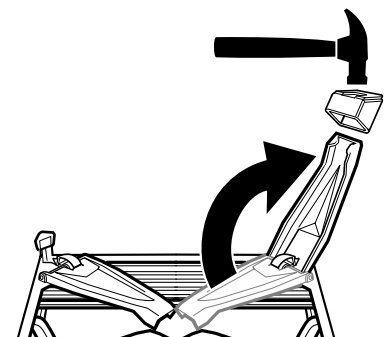

FIG. 9
- To assemble the rubber feet to your Workmate: Turn the unit upside down. Swing out the four legs to the fully extended and locked position. Align the rubber foot with the leg as shown in Figure 9. Lightly tap foot into place with a hammer.
- Pour installer les bouts de caoutchouc : Placer l'établi Workmate à l'envers. S'assurer que les quatre pieds sont complètement sortis et verrouillés. Aligner un bout de caoutchouc sur chacun des pieds de la façon illustrée à la figure 9. Frapper légèrement sur chacun des bouts de caoutchouc à l'aide d'un marteau afin de les insérer en place.